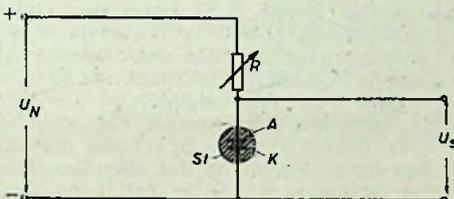

Abb. 1. Schematische Darstellung einer Spannungsstabilisierung durch eine Glimmstrecke
Die Kristallode G2T hat vier Zuleitungen. Zu dem Germaniumkristall, als der ersten, treten drei weitere aus Kupferbronze in Gestalt eines Folienbandes hinzu. Das Folienband besteht aus drei einzelnen Streifen von 1 mm Breite und verschwindender Dicke — unter 10 μ —, die gegeneinander isoliert, aber miteinander eng verklebt sind (Abb. 1, Ziff. 1). Der Abstand von einer Streifenkante zur anderen ist höchstens 50 μ, meist weit darunter. Das Folienband ist in ein keramisches Gehäuse (2) eingesetzt und mit Drahtzuführungen (3) versehen. Ein mit einer (vierten) Drahtzuführung verbundener Bolzen (4) trägt an seiner Spitze einen Germaniumkristall (5). Der Kristall sitzt auf dem Folienband so auf, daß alle drei einzelnen Streifenkanten den Kristall berühren. Jeder Streifen bildet mit der Kristallunterlage eine Strombahn, die richtungsmäßig unterschiedlich arbeitet.
Ein Glimmstrecken-Stabilisator hat die Eigenschaft, die an seinen Anschlüssen liegende Gleichspannung bei Belastung auch mit verschiedenen starken Strömen weitgehend konstant zu halten. Sein Verhalten weicht also grundsätzlich von dem eines ohmschen Widerstandes ab, dessen Spannung ja direkt proportional dem ihn durchfließenden Strom ist. Diese merkwürdige Erscheinung beruht auf einer Eigenschaft einer Glimmstrecke, die schon vor etwa  $50$  Jahren von Hehl entdeckt wurde; auf sie bezieht sich das Hehlsche Gesetz. Es besagt, daß die Brennspannung einer Glimmstrecke so lange konstant und unabhängig von der Stromstärke ist, wie die Kathode noch nicht vom Glimmlicht ganz bedeckt ist, und daß in diesem Bereich die vom Glimmlicht bedeckte Fläche proportional der Stromstärke ist. Legt man beispielsweise an die Glimmstrecke  $St$  (Abb. 1) (ein Glaskolben mit zwei vakuumdicht und isoliert eingeführten, in geringem Abstand voneinander angeordneten Blechen A und
1. Die Spannung  $U_N$  in Abb. 1, etwa 220 Volt Gleichspannung, möge die Netzspannung eines Gleichstromnetzes (oder die mittels Gleichrichter aus einem Wechselstromnetz gewonnene Spannung) sein, die um 10 % schwankt. Der Stabilisator  $St$  möge eine Spannung von 100 V aufweisen. Bei einem ohmschen festen Widerstand  $R$  von 2400 Ohm fließt dann durch die Schaltung ein Strom von